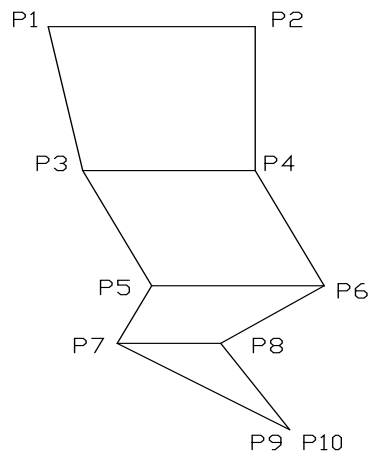

图 6-18 奇偶数分别在一边
2) 输入点的顺序应按“左、右”、“左、右”、……, 依次输入, 否则会出现“遗漏”现象, 如图 6-18 所示, 当然, 在某些场合也需要做出这样的图形。Solid 命令是按奇数点连接奇数点, 偶数点连接偶数点的规则, 只要清楚这一点, 就能灵活操作。
3) 当提示第三点和第四点时, 如果均点击同一点, 则合成一个尖点, 如图 6-18 所示。